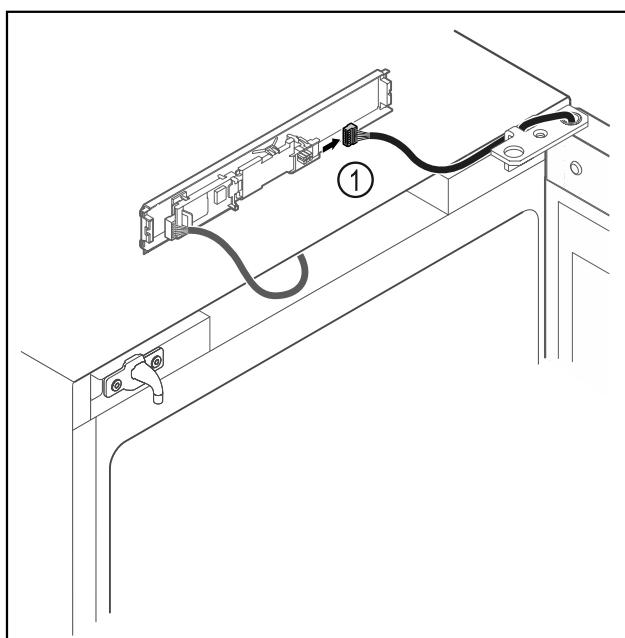

Fig. 18
► Отсоедините штекер Fig. 18 (1) от панели.